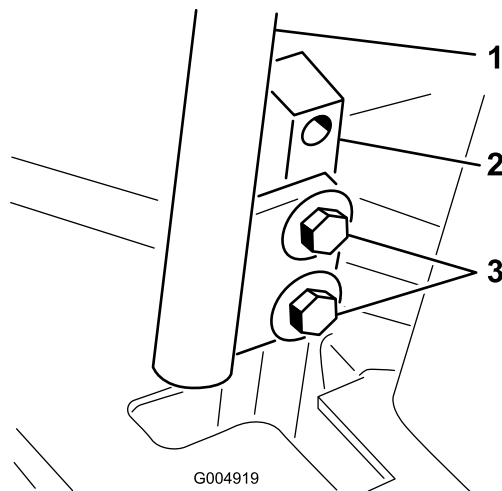

図 88
- コントロールレバーを固定しているボルトをゆるめる(図 88)。